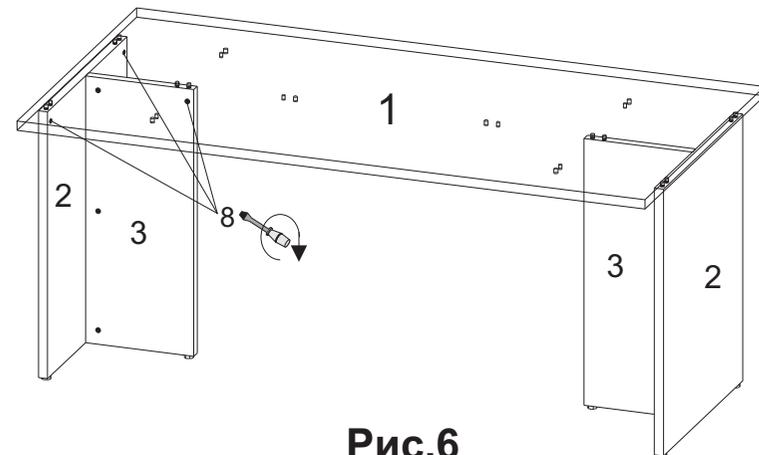

Рис.6
8. Соедините деталь 1 с деталями 2,3 и затяните эксцентрики по часовой стрелке до упора. (рис.6)